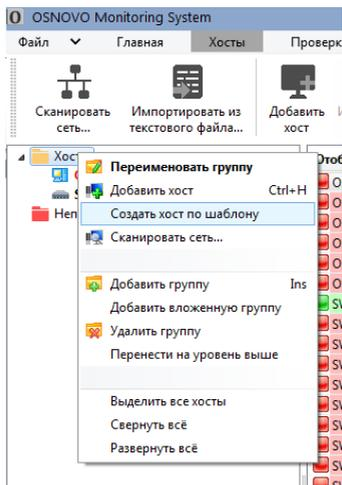

Рис. 19
- Нажмите правой кнопкой на папке с хостами и нажмите «Создать хост по шаблону» (рис. 19)